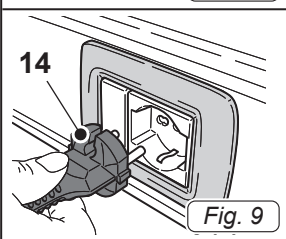

Fig. 9
- Den Stecker (14 Abb. 9) in die Steckdose stecken.